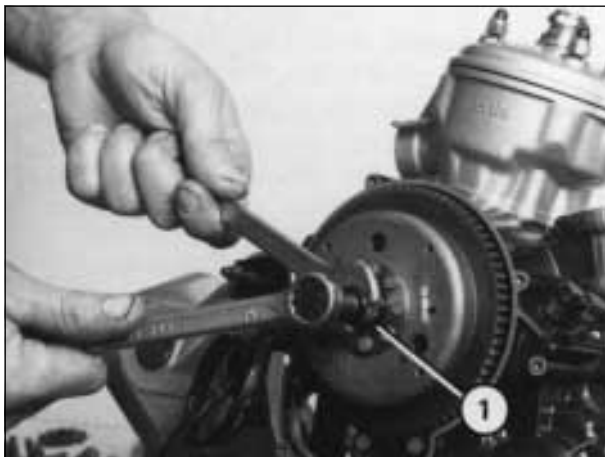

Fig. 13
- 15) RIMUOVERE il rotore del volano magnete usando l'apposito estrattore (1-Fig. 13) che dovrà essere avvitato nella sede filettata del rotore, quindi tenendo fermo lo stesso con una chiave adeguata, agire sulla vite centrale con una chiave da 17 mm (Fig. 13).
- 15) REMOVE the rotor of the magneto flywheel by means of the appropriate puller (1-Fig. 13) which must be screwed to the threaded seating (for the tool) on the rotor and holding it of the appropriate wrench turn the central with a 17 mm. wrench (Fig. 13).